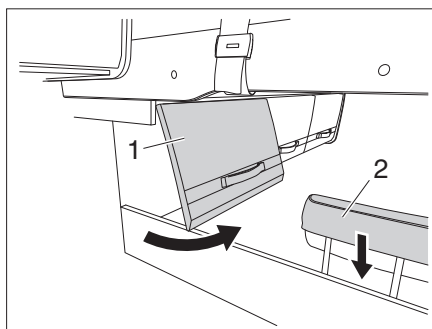

Fig. 154 Portillon du compartiment de rangement et appuie-tête
- Ouvrir le portillon du compartiment de rangement (Fig. 154,1).
- Abaisser l'appuie-tête (Fig. 154,2).